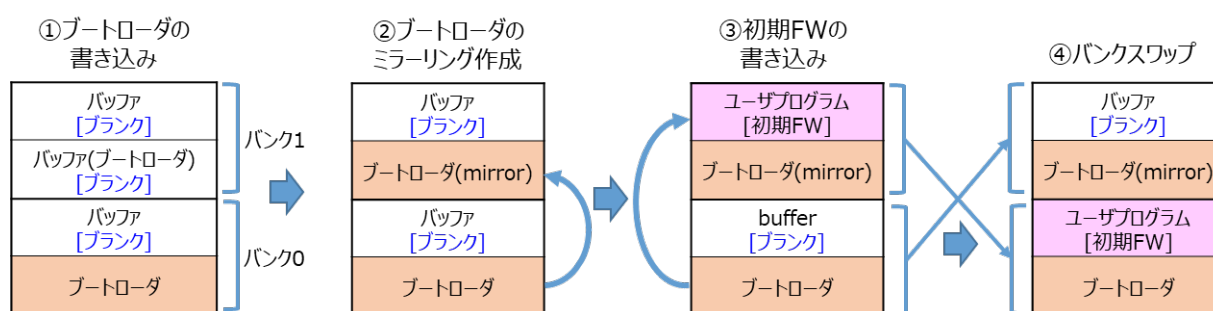

図 1-4 デュアルモードのファームウェアアップデートの初期設定
この 2 種類の初期ファームウェアをフラッシュライタ等で書き込むことで、図 1-4 の①または④の状態にすることができます。どちらから開始するかはお客様のシステムに合わせて選択してください。初期ファームウェアの詳細に関しては、5.4 と 5.5 を参照してください。